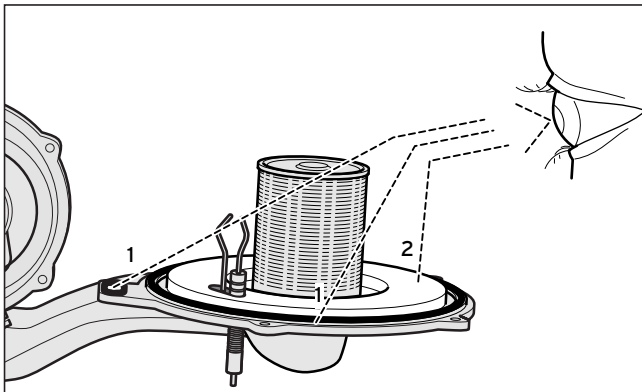

Abb. 7.2 Dichtungen (1) erneuern und Brennerflansch-Isolierung (2) prüfen
Die beiden Dichtungen (1) am Thermo-Kompaktmodul (Abb. 7.2) müssen nach jedem Ausbau des Moduls (z. B. im Rahmen der Wartung) getauscht werden. Die Brennerflansch-Isolierung (2) am Thermo-Kompaktmodul (Abb. 7.2) (ET-Nr. 21-0734) darf keine Beschädigung aufweisen; andernfalls ist sie ebenfalls auszutauschen.
- Erneuern Sie die Dichtungen (1, Abb. 7.2)